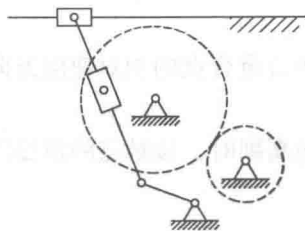

图 1-3-2
2. 计算图 1-3-2 机构的自由度。[厦门大学 2011 研]